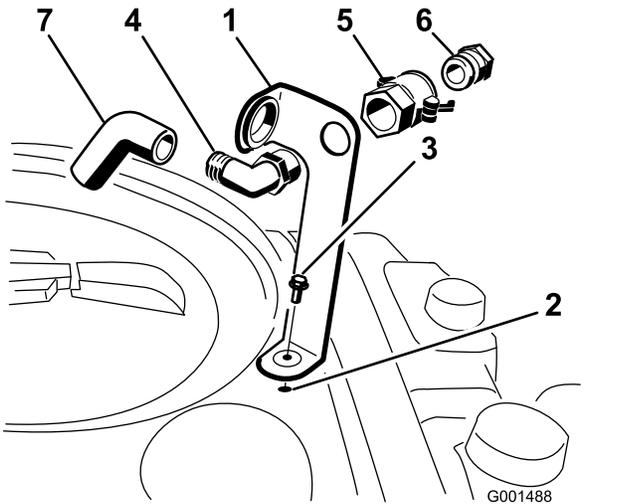

图 3
1. 将加水口插口支架放在药缸的螺纹孔上方、用凸缘头螺栓21.16 x 19.05mm 固定 (图 3)。
2. 将90°弯头的螺纹端穿过支架、拧上快速接头、固定至支架上 (图 3)。
3. 将软管适配器装入快速接头 图 3。
4. 将适配器锁定到位将手柄旋向适配器然后用发卡销固定 图 3。
5. 将防虹吸软管穿过支架上的大开口然后插入到90°弯头的宝塔接头上 图 3。